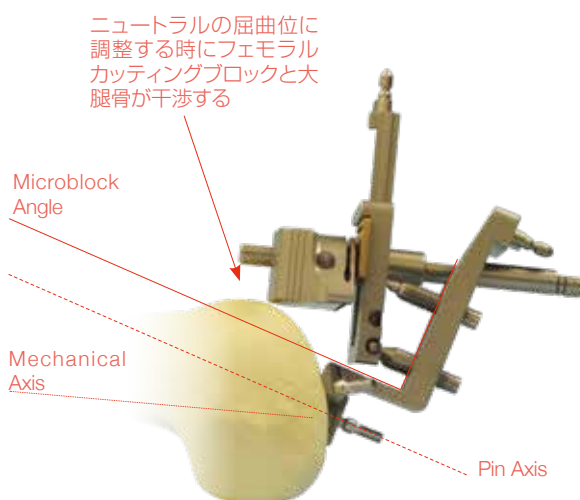

Figure 2. マイクロブロックを過度に屈曲位設置した結果、カuttingブロックが大腿骨に干渉しています。
- 骨切除角を設定する際にフェモラルカutting ブロックが大腿骨に干渉する場合 (Figure 2)、カuttingブロックをさらに動かすことができるよう、サジタルソーで大腿骨の干渉している部分をトリミングします。過度にトリミングを行い、ノッチ形成や後のサイジングに影響が出ないように注意します。